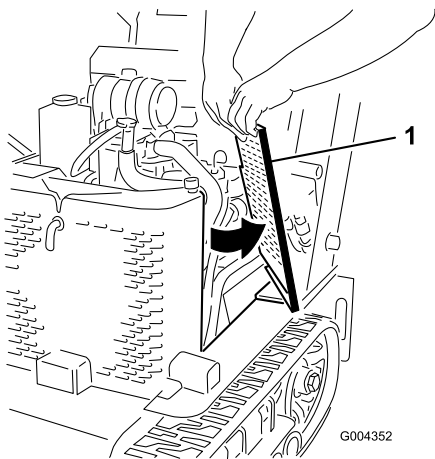

Figura 27
2. Deslize os painéis laterais (Figura 27) para cima e para fora das ranhuras no painel e estrutura frontais.